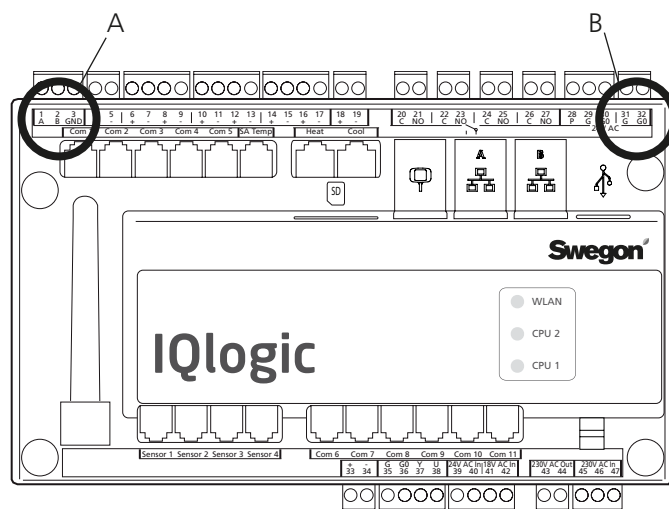

Fig. 4
Tilslut strømmen 24 VAC til klemmerne Vin+ (24) og GND (23). Strømmen kan hentes fra aggregatets styreenhed, se nedenfor og B i fig. 4.
Tilslut netværk fra kommunikationsenheden GOLDen GATE til styreenheden GOLD (A i fig. 4). Brug et 3-leder-kabel.